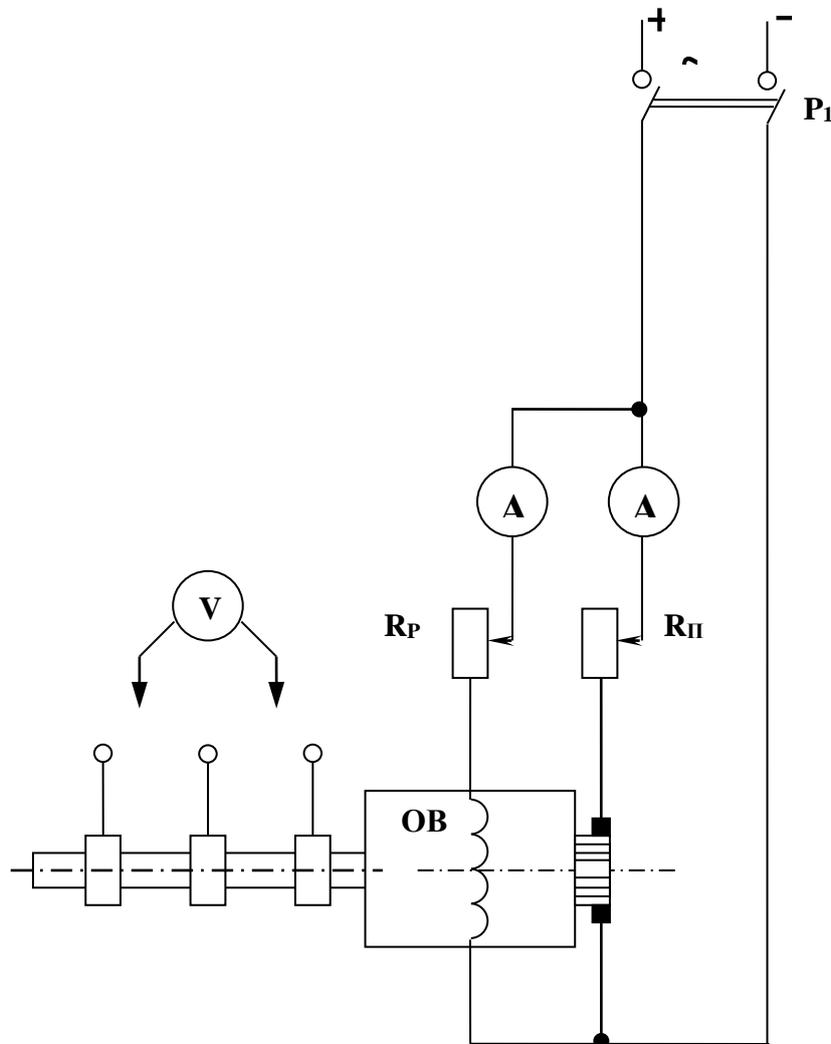

Рис. 3. Схема для снятия характеристики холостого хода одноякорного преобразователя
4. Снять характеристику холостого хода одноякорного преобразователя  $E=f(I_B)$  при  $n = n_H = \text{const}$ . Для этого собрать схему, изображенную на рис. 3.